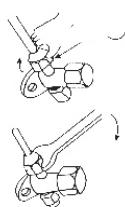

图21
- (1) 将截止阀密封帽拆开。
- (2) 在截止阀与管的喇叭口处涂少许润滑油，然后按图21所示拧紧纳嘴。
- (3) 按图21所示用扳手牢固地将纳嘴扳紧，扭矩力按表(5)规定执行。